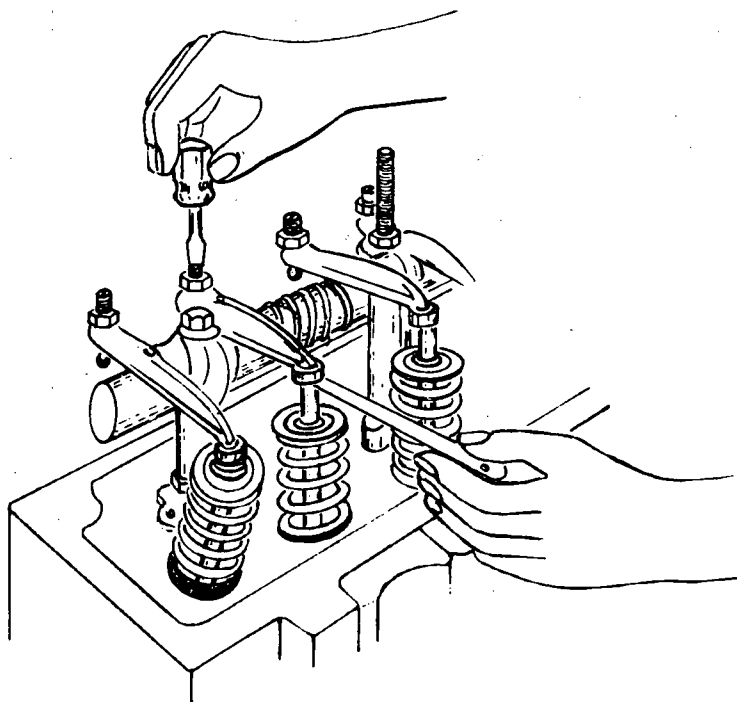

Fig. 4
- Evitar regulagens com o motor em funcionamento (fig. 4), para que os golpes não deformem as lâminas.